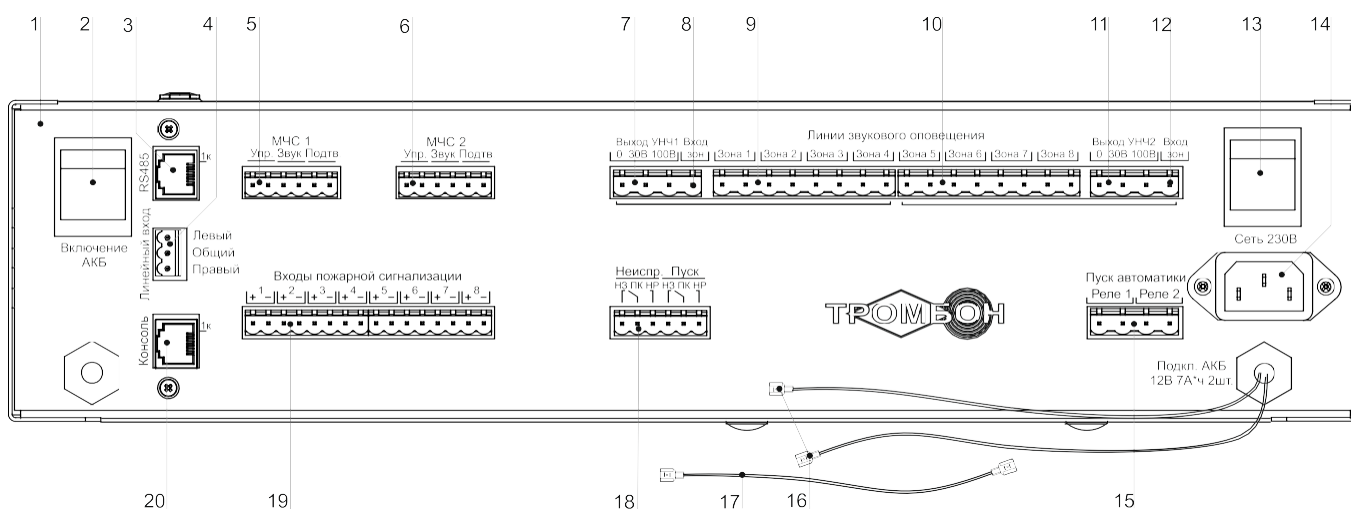

Рис. 2. Прибор управления «Тромбон ПУ-8К», вид со стороны задней панели.
Прибор «Тромбон ПУ-8К» имеет 8 входов пожарной сигнализации (рис. 2, поз. 19) для подключения к выходам ППКП (Прибора Приемного Контрольного Пожарного). Выходы ППКП могут быть релейным или типа «открытый коллектор».
5.1.2. Цифровое подключение к сопряженной комплексной системе безопасности через последовательный порт «RS485» (рис. 2 поз. 3). Подключение выполняется кабелем «Витая пара». Назначение контактов последовательного порта «RS485» приведено в Приложении 3.
Прибор имеет два специальных входа «МЧС 1» и «МЧС 2» (рис. 2, поз. 5, 6). Входы предназначены для стыковки с блоком централизованного запуска системы оповещения МЧС (БЦЗ системы П-166 или аналогичными). Входы выполнены в виде 6-х контактного разъема. Контакты «Упр.» данного разъема – это логический вход управления прибором (реагирующий на замыкание контактов), контакты «Звук» - вход звукового сигнала с уровнем 0 дБ (0,775 В) от БЦЗ МЧС. Контакты «Подтв.» - подтверждение исполнения команды на оповещение МЧС. Входы МЧС прибора имеют различный приоритет. Вход «МЧС 1» имеет более высокий приоритет по сравнению с входом «МЧС 2».
Для подключения удаленных консолей предназначен специальный порт «Консоль» (рис. 2, поз. 20). Порт выполнен в виде 8 - контактного разъема типа RJ45. К нему можно подключать до 8-и адресных удаленные консоли типа «Тромбон УК».
- Разъем «Линейный вход» (рис. 2, поз. 4) предназначен для подключения к прибору источника звукового вещания и музыкальных программ. Вход стереофонический, используется только в режиме звукового вещания. Максимальное входное напряжение сигнала на данном входе – 250 МВ.
- Для подключения линий звукового оповещения предназначены два 8-и контактных разъема «Линии звукового оповещения» (Рис. 2. поз. 9, 10); Всего прибор имеет выходы для подключения восьми линий связи со звуковыми оповещателями с обеспечением контроля исправности. Контроль исправности может быть отключен программно. Схема подключения линий звукового оповещения к прибору «Тромбон ПУ-8К» приведена в Приложении 6;
- Для выбора напряжения в линии оповещения зон 1, 2, 3 и 4 необходимо установить перемычку между контактом «30В» или «100В» (Рис. 2. поз. 7) разъема «Выход УНЧ1» и контактом «Вход зон» (Рис. 2. поз. 8.). Аналогично, для зон 5, 6, 7 и 8 выбор напряжения выполняется перемычкой между требуемым контактом «Выход УНЧ2» (Рис. 2. поз. 11) и «Вход зон» (Рис. 2. поз. 12). ВНИМАНИЕ! Напряжение включения оповещателей в линиях зон 1, 2, 3 и 4 должно быть одинаковым и определяется перемычкой на вход зон с выхода УНЧ1. Аналогично напряжение оповещателей в зонах 5, 6, 7 и 8 определяется перемычкой с выхода УНЧ2.
5.6. Разъем «Пуск автоматики» (Рис. 2 поз. 15) предназначен для управления такими средствами пожарной автоматики, как световые знаки безопасности, эвакуационное освещение и замки эвакуационных выходов. Для управления этими средствами на разъем выведены нормально разомкнутые контакты двух реле. Контакты реле замыкаются при переходе прибора в режим «Тревога».
5.7. Разъем «Неиспр. Пуск» - вывод обобщенных сигналов «Неисправность» и «Пуск» (рис. 2, поз. 18). На данный разъем выведены контакты двух реле. Контакты реле «Авария» замкнуты у выключенного прибора или при обнаружении в системе оповещения неисправностей. Контакты реле «Пуск» замыкаются в режимах «Тревога», «Экстренный запуск» или «Трансляция МЧС».
5.8. Разъем «Сеть 230В» (рис. 2, поз 14) предназначен для подключения прибора к сети питания переменного тока 230 В 50 Гц.
5.9. Подключение батарей резервного питания 24 В. Для резервного питания необходимо две батареи на 12 В с емкостью 7 или 9 А*ч. Подключение батарей выполняется последовательно при помощи кабелей с клеммами и перемычки (Рис. 2. поз. 16 и 17). ВНИМАНИЕ! Подключение одной батареи 12 В к клеммам Рис. 2. поз. 16 или параллельное подключение батарей недопустимо!